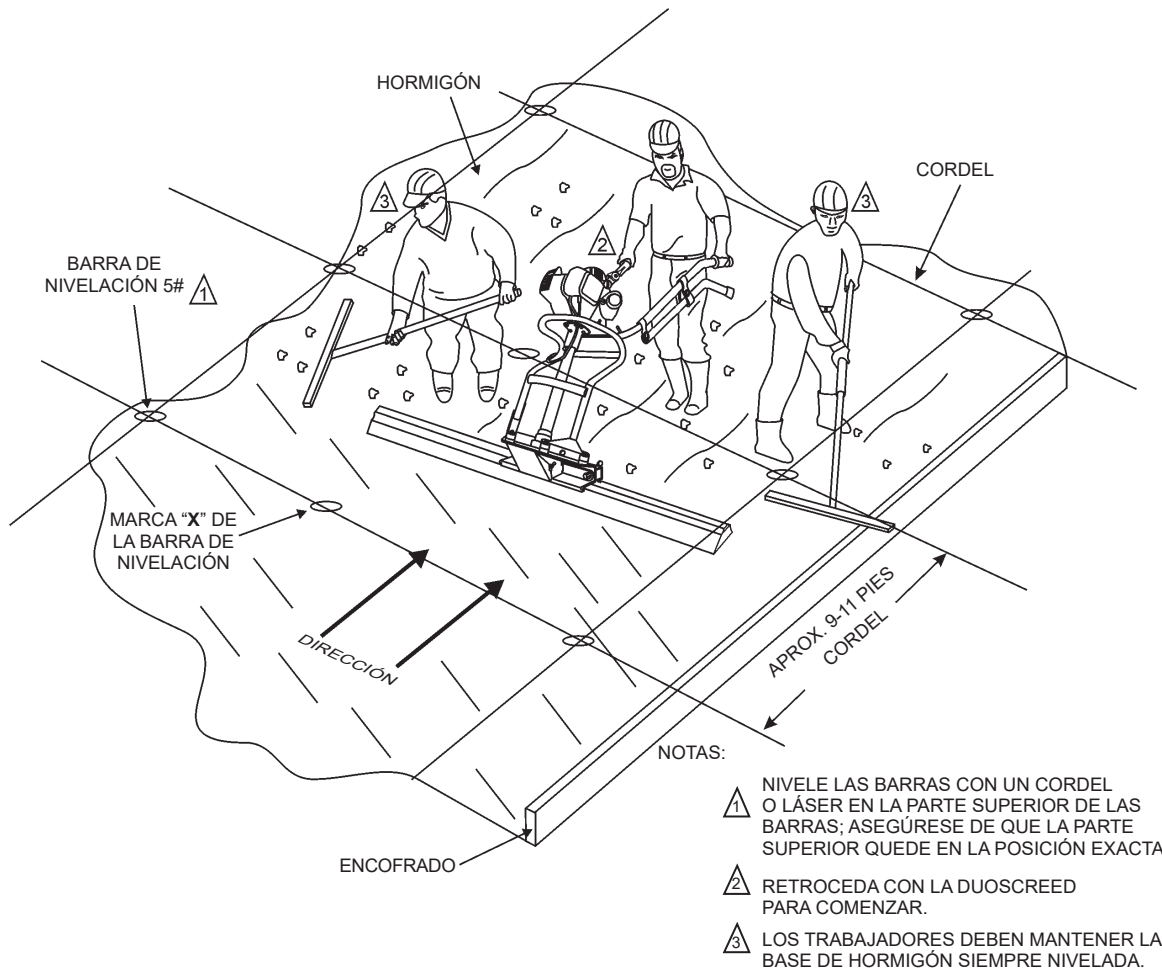

Figura 15. DuoScreed sobre encofrados y barras
2. Prepare una cuadrícula de barras de refuerzo #5 (Figura 15) separadas simétricamente, aproximadamente cada 9 a 11 pies. Si se utilizará una cuchilla de 10 pies, separe las barras de nivelación a 9 pies; si se requiere una cuchilla de 12 pies, separe las barras a 11 pies. Asegúrese de insertarlas bien en el suelo.